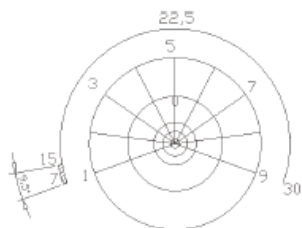

Figure 3 : Echelle du bouton de réglage
2. Tourner le bouton 2 de réglage pour sélectionner la température désirée (voir Figure 3). On peut régler la température d'ambiance entre 7°C et 30°C; le numéro 1 correspond à environ 7°C et le numéro 9 à environ 30°C. L'échelle de température n'est pas linéaire. Utiliser l'échelle ci-dessus pour choisir la température désirée.